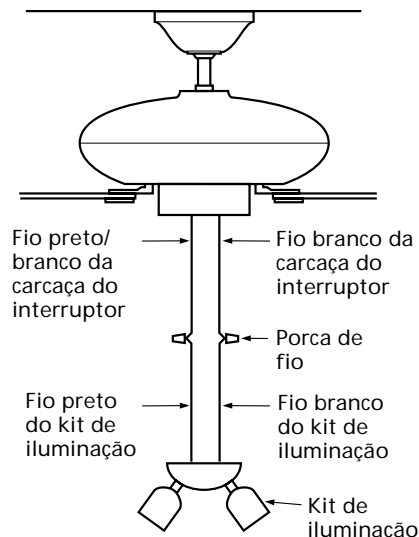

Figura 9b - Colocando os fios do kit de iluminação no ventilador
6. Conecte o fio preto que sai do kit de iluminação ao fio preto/branco que sai da carcaça do interruptor inferior. Veja Figura 9b.
Conecte o fio branco que sai do kit de iluminação ao fio branco que sai da carcaça do interruptor inferior. Veja Figura 9b.
Para mudar a direção do fluxo de ar, desligue o ventilador e deixe-o parar completamente. Deslize o interruptor de reversão do ventilador até a posição oposta conforme mostrado na Figura 9b. Coloque o ventilador novamente em funcionamento.